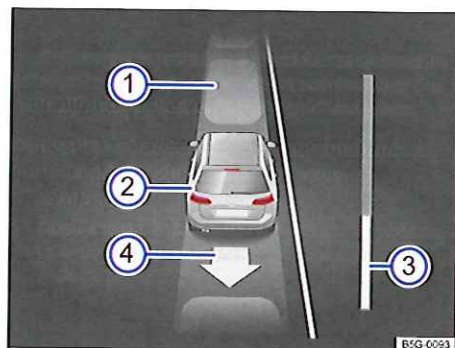

Fig. 168 Sur l'écran du combiné d'instruments : sortie d'une place de stationnement perpendiculaire à la chaussée
Légende de la **fig. 168** :
6.	Reculez jusqu'à ce que le signal sonore permanent du système d'aide au stationnement (Park-Pilot) retentisse, OU : jusqu'à ce que la demande de rouler en marche avant apparaisse sur l'afficheur du combiné d'instruments. La barre de progression → fig. 168  indique la distance qu'il reste à parcourir → page 248.